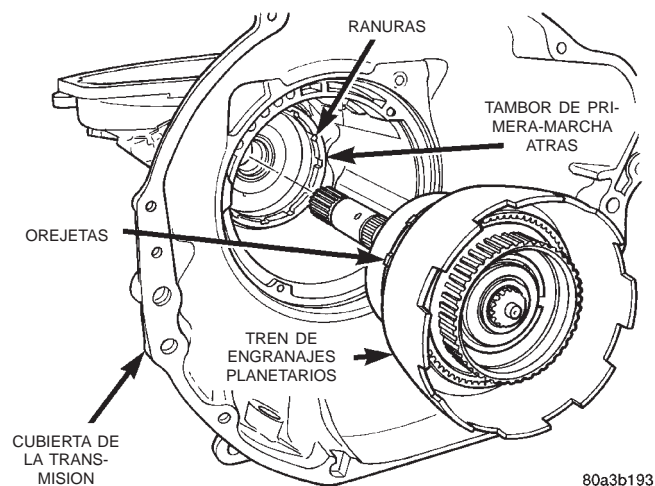

Fig. 99 Eje transmisor y tren de engranajes planetarios
(24) Instale en la caja el eje transmisor y el tren de engranajes planetarios ensamblados (Fig. 99).
(25) Alinee las orejetas de mando en el engranaje planetario trasero con las muescas en el tambor de primera-marcha atrás (Fig. 99). Luego asiente el conjunto del planetario en el tambor.
(26) Instale el regulador en el eje transmisor.
(27) Gire y sujete la transmisión de modo que la abertura delantera quede hacia arriba.
(28) Ensamble los embragues delantero y trasero.